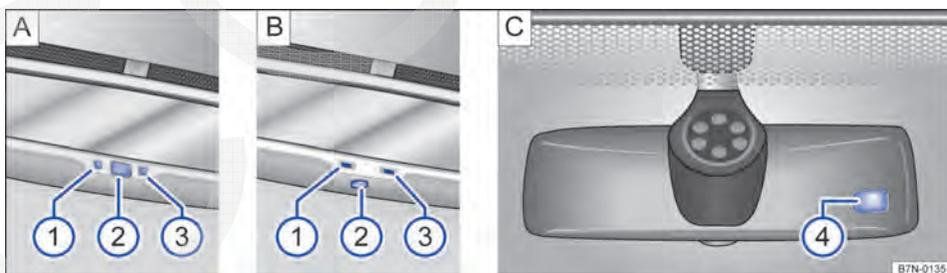

Fig. 99 No para-brisa: espelho retrovisor interno com antiofuscante automático.
Legenda para Fig. 99:
- ① Luz de controle.
- ② Interruptor.
- ③ Sensor para reconhecer a incidência de luz por trás.
- ④ Sensor para reconhecer a incidência de luz pela frente.
O antiofuscamento automático pode ser ligado e desligado com o interruptor no espelho retrovisor interno → Fig. 99 A ② ou → Fig. 99 B ②. Com o antiofuscamento automático ligado, a luz de controle A ① ou B ① se acende.